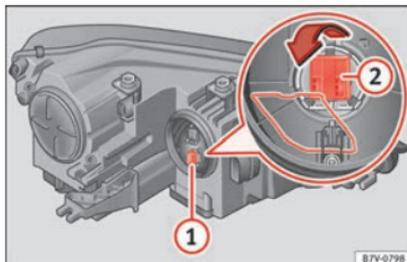

Fig. 107 Porte-ampoule du clignotant **1** et feu de virage **2**.
- Tournez le porte-ampoule **1** » **fig. 107** vers la gauche jusqu'en butée et retirez-le avec l'ampoule en tirant vers l'arrière **2** » **fig. 107** avec l'ampoule.
Appuyez fortement l'étrier métallique vers le bas et retirez le porte-ampoule vers l'arrière 2 » fig. 107 avec l'ampoule.